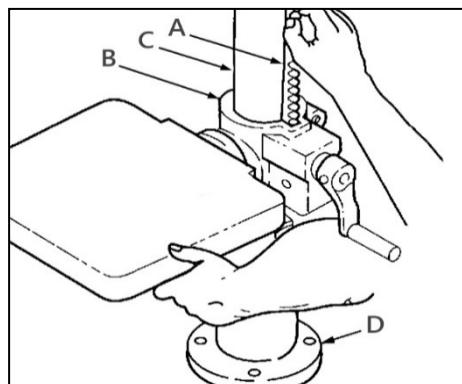

Рисунок 6.
Установите зубчатую рейку (А) (рис. 6) так, чтобы ее длинный гладкий конец смотрел вверх, в таком положении вставьте ее в паз кронштейна (В) рабочего стола. Соедините зубчатую рейку (А) с шестерней, расположенной внутри паза, в зацеп. Удерживая ее и кронштейн стола (В) вместе, опускайте их вниз по колонне (С) до тех пор, пока рейка не упрется в фланец (D) колонны.